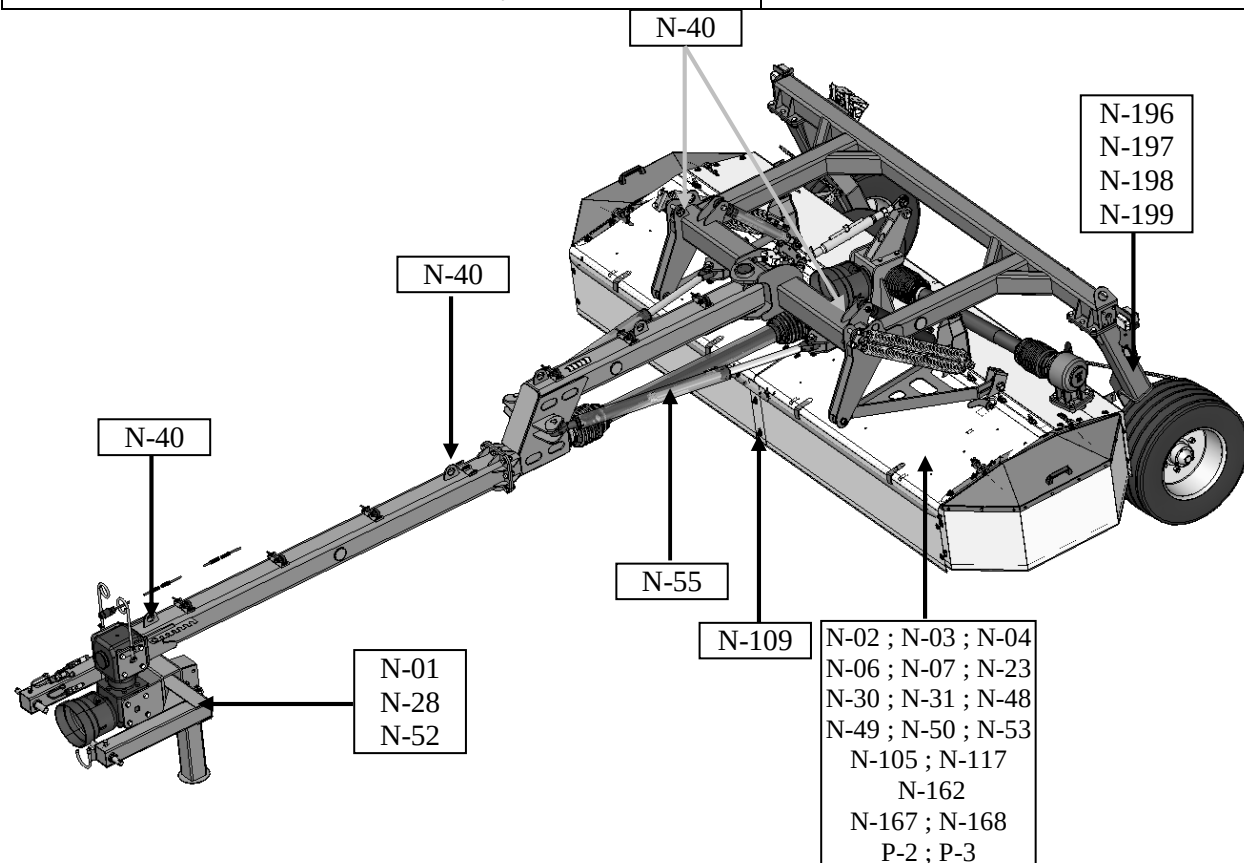

Рис. 7. Места прикрепления предупредительных знаков
- ❑ Косилка агрегируется с трактором с помощью продольных тяг трехточечной системы навески. Для этого необходимо подъехать трактором к навеске косилки и присоединить шкворни (P) навески косилки с тягой (C) трактора, затем защитить их чеками, как указано на **Рис. 7**.
- ❑ Поднять опорную стойку (S) и в этом положении зафиксировать ее пальцем.